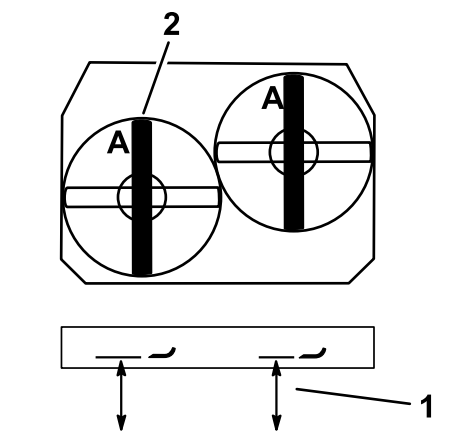

Figure 46
2. Mesurez la distance entre la surface plane et le tranchant (position **A**) des lames (Figure 46).